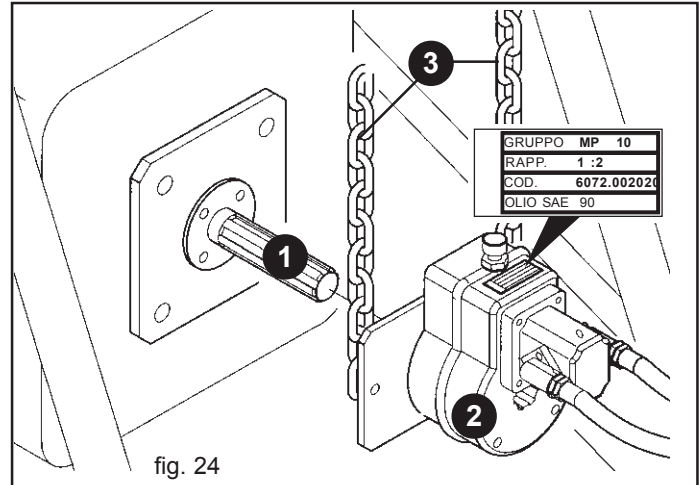

fig. 24
Bei abgeschaltetem Motor und stabil gebremstem Schlepper alle Schnellkupplungen einstecken. Die Zapfwelle des Schleppers (1, Abb. 24) säubern und mit Fett schmieren. Das Getriebe (2) wie in Abb. 24 gezeigt auf die Zapfwelle des Anbaugeräts aufstecken. Die korrekte Kopplung überprüfen und die Drehung des Übersetzers mit den beigegebenen Ketten sperren (3, Abb. 24), indem diese an ein festes Teil des Schleppers angeschlossen werden.